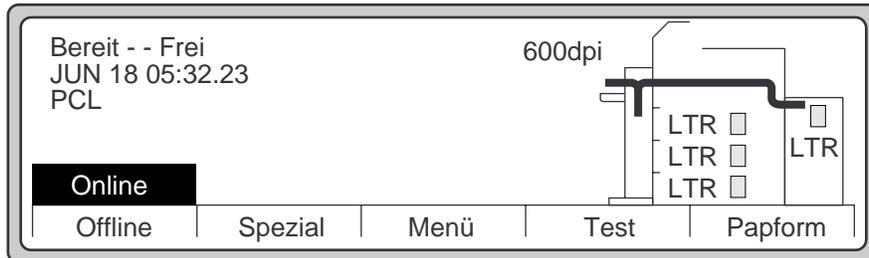

Abbildung 2-91 Hauptmenü
2. Drücken Sie die Taste **Test** in dem **Hauptmenü** (siehe Abbildung 2-91).